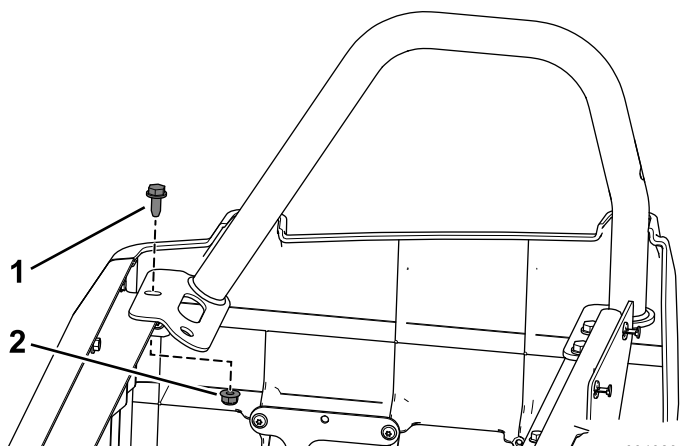

Figura 50
1. Utilize o parafuso flangeado (3/16 x 3/4 pol.) e a porca flangeada que retirou anteriormente para prender o suporte para as ancas traseiro à base do banco traseiro (Figura 50).